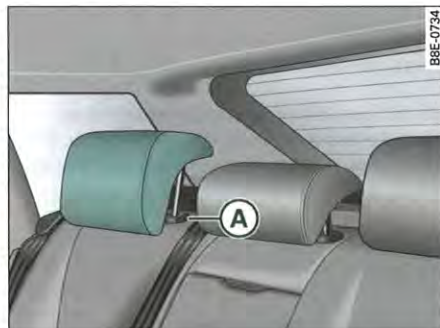

Fig. 95 Places arrière latérales : appuie-tête
- Pressez la touche (A) ⇒ fig. 95 et abaissez l'appuie-tête.
- Appuyez sur la touche (A) ⇒ fig. 95 et extrayez en même temps l'appuie-tête.